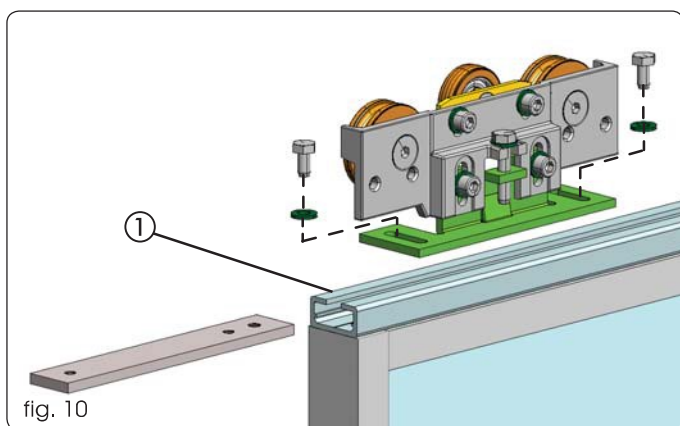

fig. 10
2. Positionner deux chariots sur chaque vantail avec les plaques et les vis fournies d'après la fig. 10.